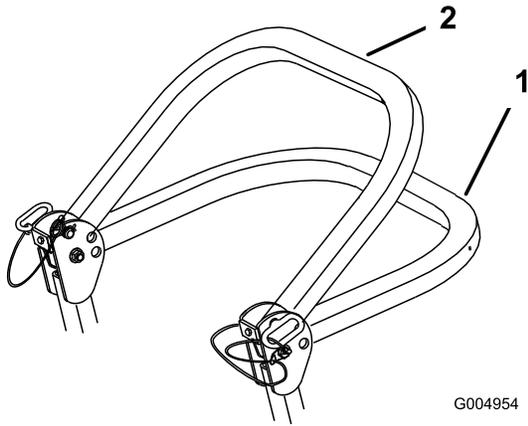

Figura 8
2. Baje la barra antivuelco (Figura 8).
**Nota:** Hay dos posiciones de bajada; consulte Figura 8.